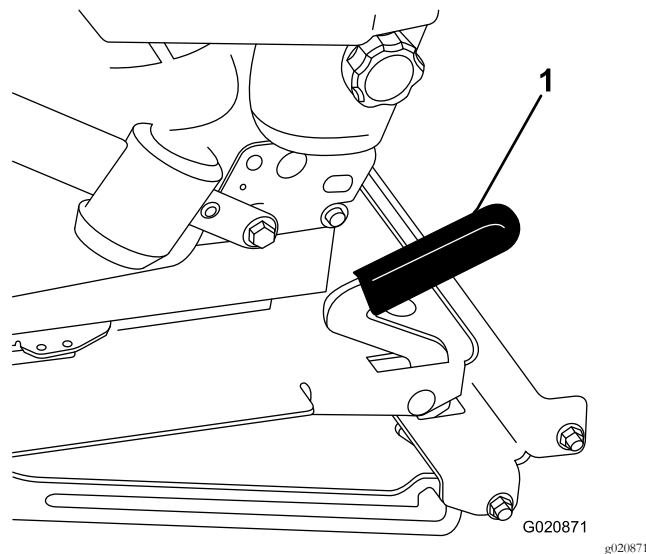

Рисунок 33
2. Потяните рычаг защелки сиденья вперед и вверх, чтобы разблокировать сиденье (Рисунок 33).